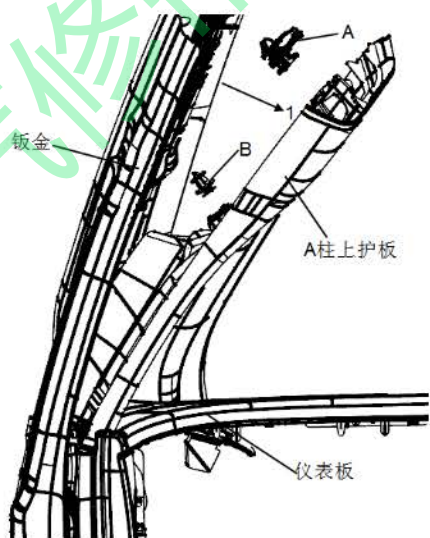

图 1-58 A 柱上护板拆卸示意
(1) 松开 A 柱配合区域的门框密封条
(2) 拆除 A 柱除霜风口盖板
(3) 拆除 A 柱上护板
(4) 使用缠有保护胶带的一字螺丝刀沿图 1-58 中箭头 1 方向往外撬出前部底边，用双手往外掰。
(5) 把塑料卡扣紧固点（3 个）从钣金分离后，沿图图 1-58 中箭头 2 方向往上拿出 A 柱上护板。